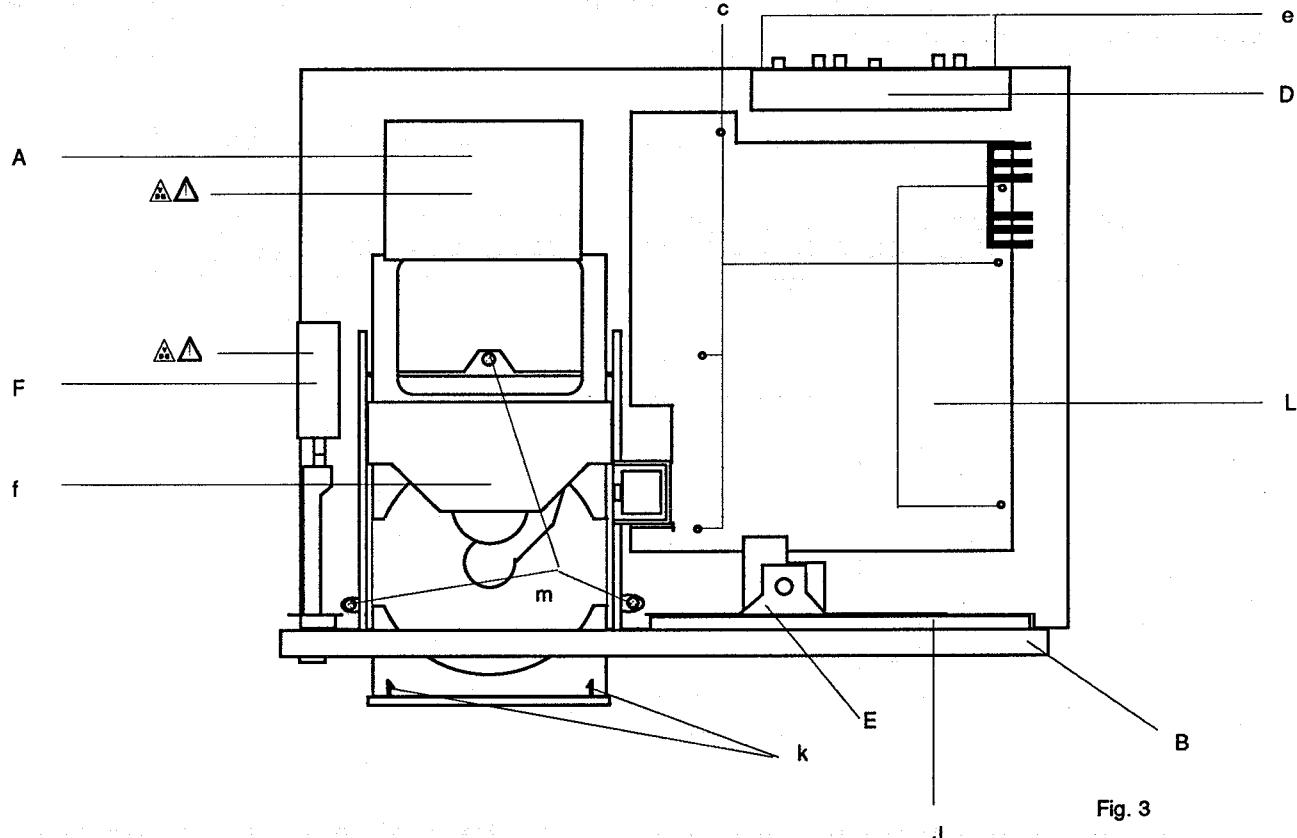

Fig. 3
Ausbau Funktionsleiterplatte (L) Fig. 3
- Anschlußplatte (D) aus Bohrungen der Rückwand ziehen
Ausbau Bedien- und Anzeigeeinheit (E) Fig. 3
Disassembly Main pcb (L) Fig. 3
- Slide connector socket board (D) out of the holes in the rear panel
Disassembling Control-and Displayunit (E) Fig. 3
Demontage du C.I. Principal (L) fig. 3
Demontage de l'unité de commande et de Affichage (E) fig. 3
Smontaggio della piastra funzioni (L) fig. 3
- Estrarre la piastra di collegamento (D) dai fori sul pannello posteriore.
Smontaggio unità comandi e display (E) fig. 3
Para desmontar la placa principal (L) fig. 3
- Extraer la placa de conexiones (D) de sus alojamientos en la tapa posterior
Para desmontar la unidad de control y visualización (E) fig. 3